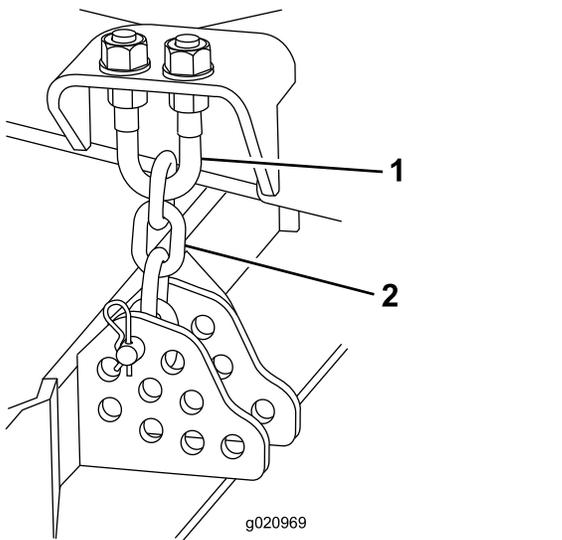

図 121
4. 刈高チェーンを刈り込みデッキ後部に固定しているヘアピンコッターとクレビスピンを取り外す 図 121。